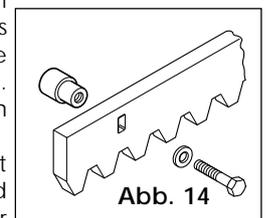

Abb. 14
**4.4.1. VERSCHWEISSBARE STAHL-ZAHNSTANGE (Abb. 14)**